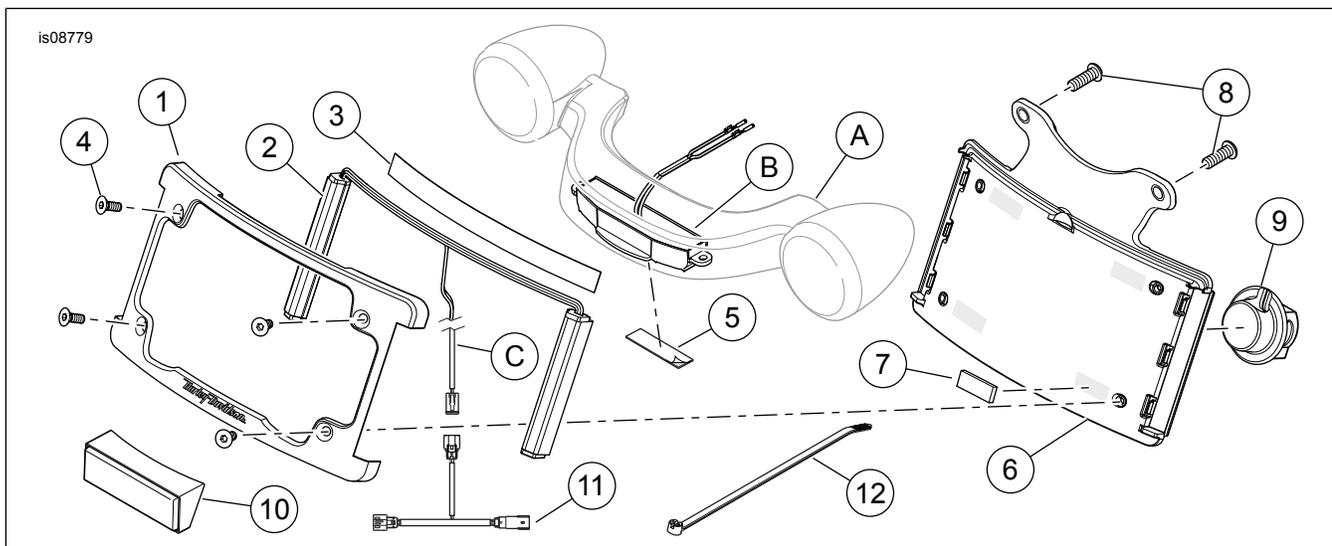

Figure 5. Pièces de rechange, kit de fixation de cadre de la plaque d'immatriculation incurvé à DEL
Consultez Figure 5 et Tableau 1 .
1. Consultez Figure 5 . Retirez le cadre chrome/noir (1) du cadre de la plaque d'immatriculation incurvé. Conservez les quatre vis à tête plate (4).
2. Enlevez et conservez les deux vis qui fixent la barre d'éclairage (A) au garde-boue.
4. **Modèles 2014 et ultérieurs** : Enlevez les deux vis et les rondelles qui retiennent le support de montage de la plaque d'immatriculation Équipement d'origine (OE) et du réflecteur à la barre de feux. Conservez les rondelles et le réflecteur.
9. Retirez et jetez l'œillet du garde-boue OE . Dans le kit, prenez le nouvel œillet (9). Consultez Figure 5 .
10. Faites passer le faisceau de fils (C) de la barre d'éclairage et du cadre de la plaque d'immatriculation incurvé à travers l'œillet fendu dans la partie inférieure du garde-boue.
11. **Modèles 2014 et ultérieurs** : Fixez le support du cadre de la plaque d'immatriculation incurvé (1) et le réflecteur d'origine à la barre d'éclairage (A).
- a. Utilisez deux **nouvelle** vis (8) et les rondelles conservées précédemment. Serrer.